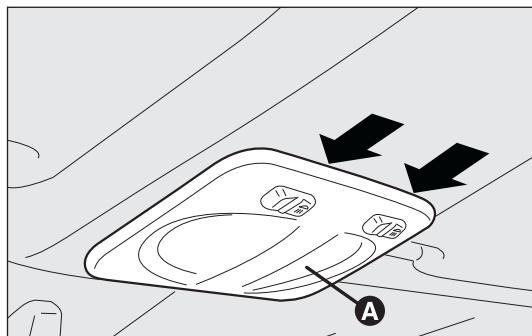

fig. 175
- ☐ actúe en los puntos indicados por las flechas y retire el plafón A-fig. 175;
- ☐ vuelva a cerrar la tapa B y fije el plafón A-fig. 175 en su alojamiento, asegurándose de que se bloquee.